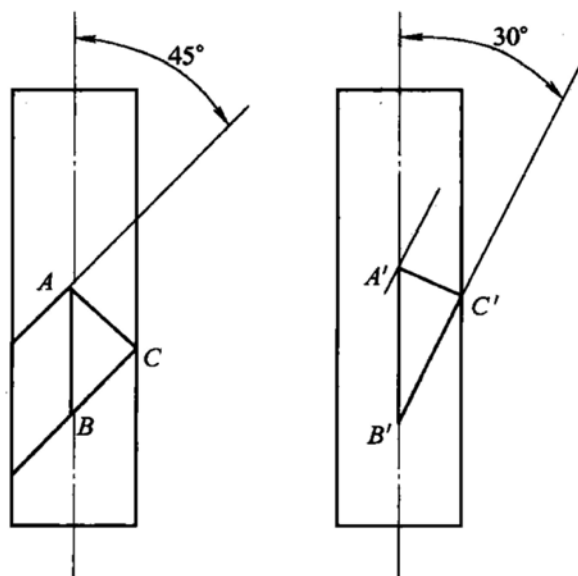

图 19-5 第六题第 1 小题解答图
1. 铝单晶体试样拉伸前、后的示意图如图 19-5 所示。图中 AC 和 A'C' 分别表示试样拉伸前、后晶体中两个相邻滑移面之间的距离, 即滑移面的面间距。